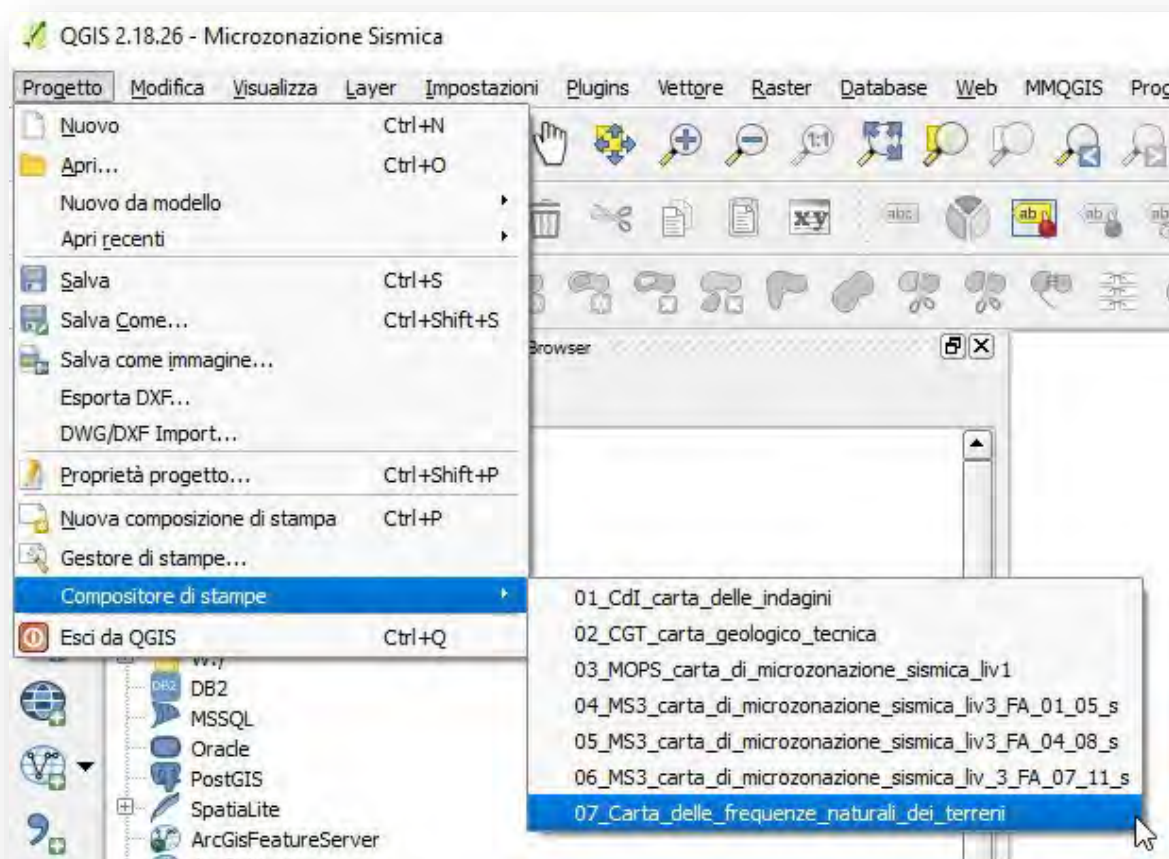

Figura 33 – Compositore di stampa con i layout precaricati
- selezionare il layout con il nome della carta che si vuole stampare, nel menu **Progetto** → **Compositore di stampe** (Figura 33);